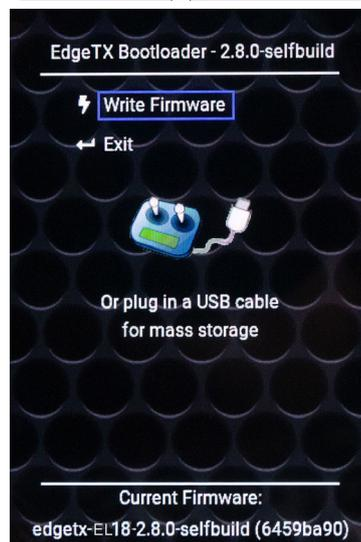

图 3
7. 长按右 TRIM 键启动更新，屏幕提示更新进度，如图 3 所示；